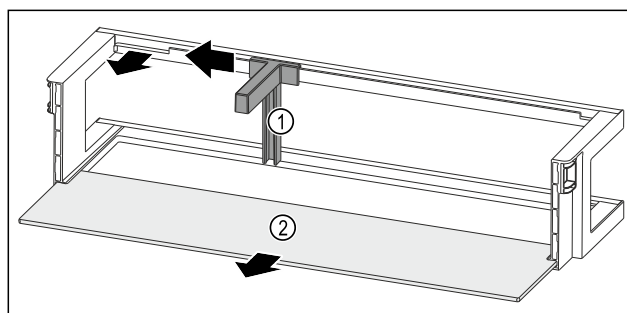

Fig. 245 Türabsteller mit Flaschenhalter und Abstellfläche
- ▶ Flaschenhalter Fig. 245 (1) bis zur Aussparung zur Seite schieben.
- ▶ Flaschenhalter Fig. 245 (1) entnehmen.
- ▶ Abstellfläche Fig. 245 (2) entnehmen.